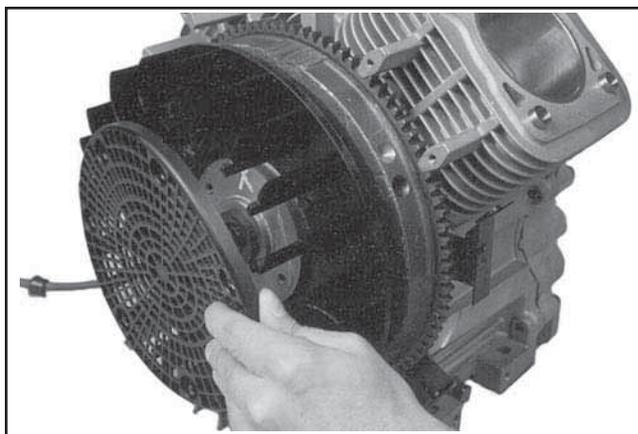

Figure 11-31. Installation de la grille de protection contre l'herbe en plastique.
1. Si le moteur est équipé d'une grille de protection contre l'herbe en plastique, fixer la grille sur le ventilateur. Voir la Figure 11-31. À cause de la possibilité d'endommager les pivots pendant l'enlèvement, monter les dispositifs de fixation sur les différents pivots d'où on les a retirés. Presser à la main les dispositifs de fixation, les pousser ensuite vers le bas à l'aide d'une douille de 13 mm (1/2 pouce) jusqu'à ce qu'ils s'emboîtent. Si le moteur est équipé d'une grille en métal, elle sera installée par la suite.